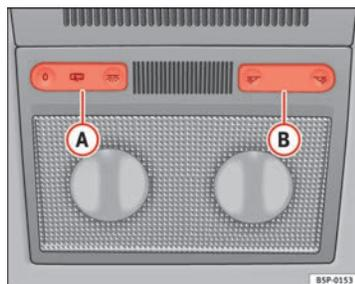
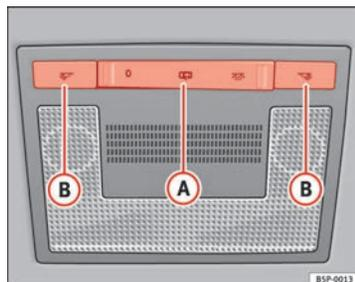

Fig. 80 Revestimento interior do tejadilho: luzes dianteiras de leitura tipo 1
Fig. 81 Revestimento interior do tejadilho: luzes dianteiras de leitura tipo 2
Pressione o respectivo botão ⇒ Fig. 80 (B) e ⇒ Fig. 81 (B), para acender a luz de leitura.